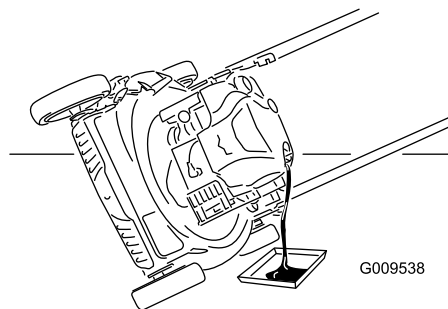

Рисунок 24
4. Переверните газонокосилку на одну сторону таким образом, чтобы масляный шуп был направлен вниз, для слива отработанного масла через маслозаливную горловину (Рисунок 24).